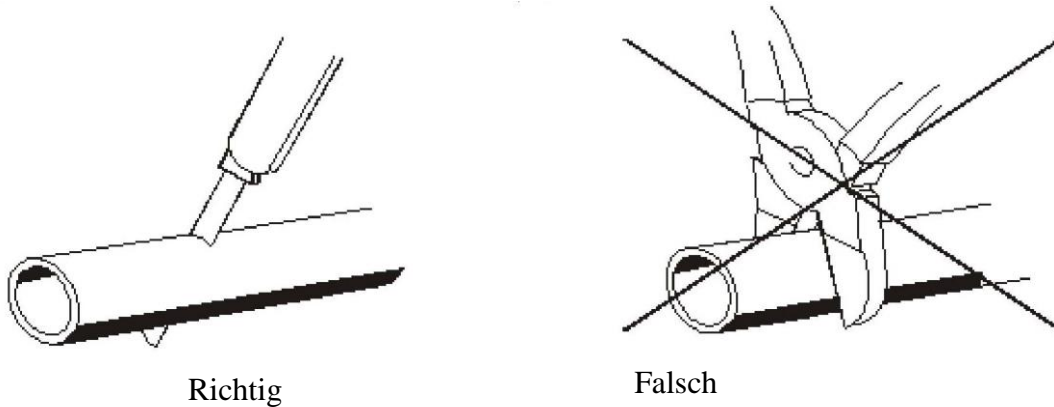

Bild 11 – Schneiden einer Rohrleitung vor der Montage
10.6.2 Bei den Montagearbeiten sind die Kraftstoffleitungen nur mit einem scharfen Messer zu schneiden, s. Bild 11. An den Schnittstellen werden keine Verengungen des Durchgangsquerschnittes der Kraftstoffleitungen, Eindrücke und Grate zugelassen.